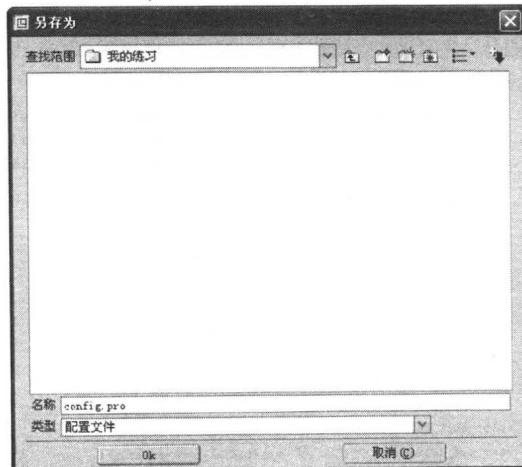

图1-10
4. 单击【选项】对话框中的**保存**按钮存盘，弹出【另存为】对话框，如图 1-10 所示。